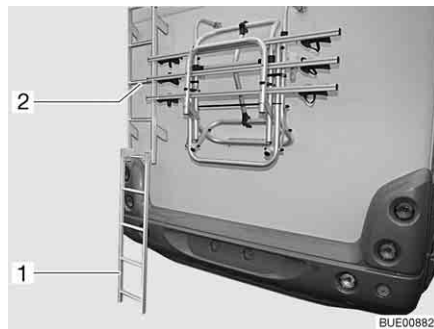

Fig. 1 Scaletta del portapacchi
- Agganciare la parte inferiore della scaletta (Fig. 1,1) alla parte della scaletta (Fig. 1,2) fissata sulla parte posteriore e deporre sul pavimento.